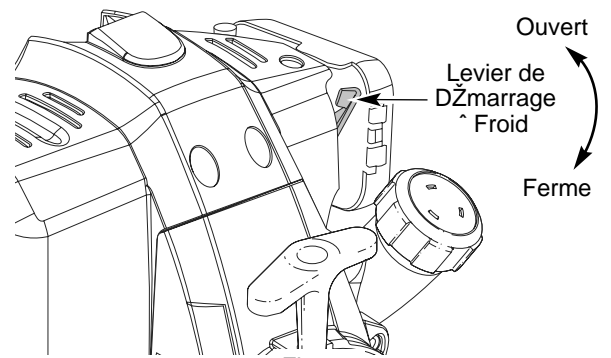

Fig. 23
**SI FROID...** Par temps froid (sous 4iC/ 40iF), mettez le levier de dZmarrage ^ froid (Fig. 23) en position fermZ et passez ^ lÕZtape 3. NÕabaissez PAS ce levier si la tempZrature dZpasse 4iC (40iF).